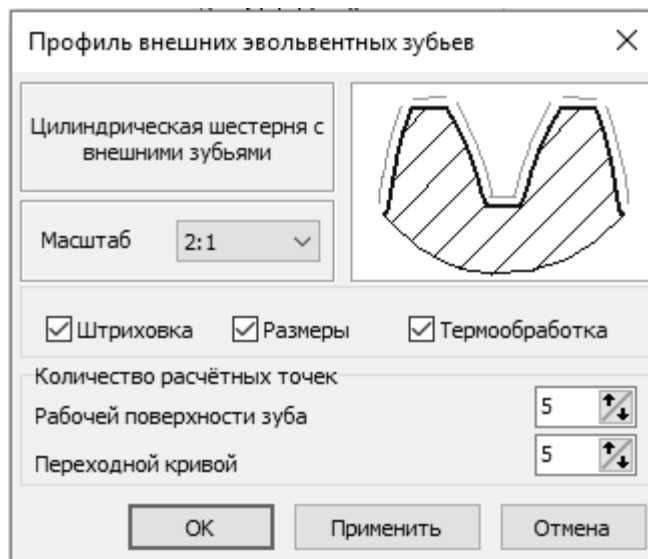

Рис. 14.20. Выбор параметров профиля зубьев
11.2. При необходимости можно изменить стандартные параметры, например, указать на необходимость обозначения термообработки, выбрать нужное количество расчетных точек, масштаб. Результат представлен на рис. 14.20.